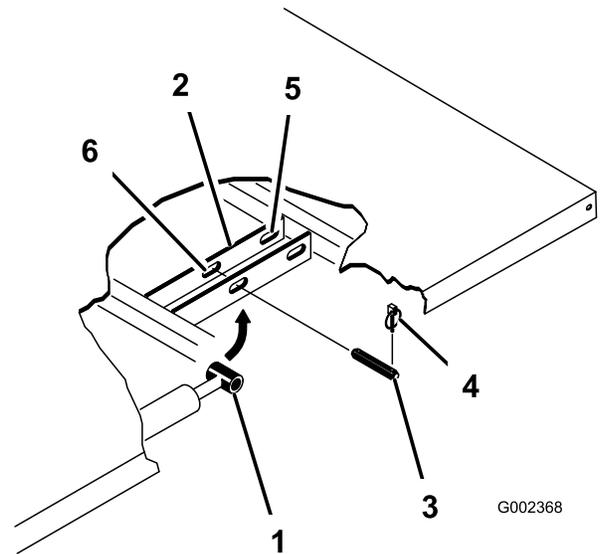

Figure 42
4. Retirez les goupilles à anneau aux extrémités extérieures des axes des tiges de vérins (Figure 42).
5. Retirez les axes de chape qui fixent les extrémités des tiges de vérins aux plaques de montage du plateau en les poussant vers l'intérieur (Figure 42).
6. Enlevez les goupilles à anneau et les axes de chape qui fixent les supports de pivot aux profilés du cadre (Figure 42).